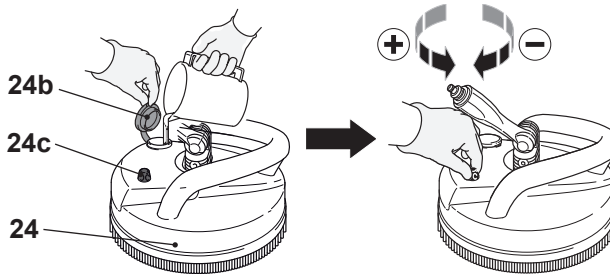

Rys. 12
4. Zabezpiecz lancę krótką (22), obracając tuleję (22b) zgodnie z ruchem wskazówek zegara (krok 3).
5. Ustaw i włóż wypustki (7a) lancy długiej (7) w rowki złącza w lancy krótkiej (22) (krok 4).
6. Zablokuj lancę długą (7), obracając ją zgodnie z ruchem wskazówek zegara (krok 5). Upewnij się, czy strzałka na lancy krótkiej pokrywa się ze strzałką na lancy długiej.
7. Przymocuj szczotkę tarasową (24) do lancy długiej (7) (Rys. 12).